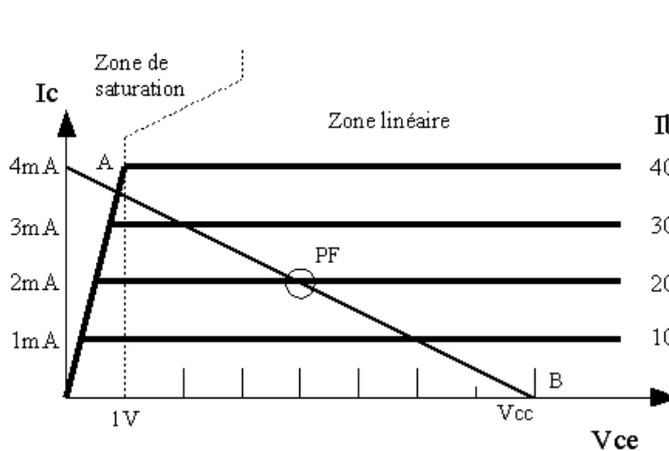

Fig. 1 Caractéristique idéalisée  $I_C = f(V_{CE})$
La figure 1 montre l'allure de la caractéristique  $I_C = f(V_{CE})$ . L'on distingue deux zones principales :
La droite de charge est une droite tracée sur la figure 1 qui donne  $I_c$  en fonction de  $V_{ce}$ . Elle passe par le point  $U_{cc}$  sur l'axe des x, et le point  $U_{cc}/R_C$  sur l'axe des y. Pour une tension d'alimentation et une charge  $R_C$  données, cette droite de charge indique les points de fonctionnement possibles.
Le point de fonctionnement « A » d'un transistor se trouve sur la droite de charge statique (voire figure 1), dans le plan des réseaux de caractéristiques de sortie  $I_C = f(V_{CE})$  et il est caractérisé par trois valeurs :  $I_{C0}$ ,  $V_{CE0}$ , et  $I_0$
On donne  $V_{BMO}$  à 2V,  $V_{BE0} = 0,65V$  et le courant dans le diviseur  $I_d = 10I_{B0}$ . D'après les caractéristiques voir la figure 1), on voit que le  $I_{B0}$  nécessaire vaut  $20\mu A$ .
- fonctionnement en commutation : le transistor commute entre deux états, l'état bloqué (càd. que  $I_c$  est nul, c'est le point B dans la figure 1) et l'état saturé ( $V_{ce}$  faible, c'est le point A). Les circuits rapides évitent cet état A, qui correspond à un excès de porteurs dans la base, car ces porteurs sont longs à évacuer, ce qui allonge le temps de commutation de l'état saturé vers l'état bloqué.